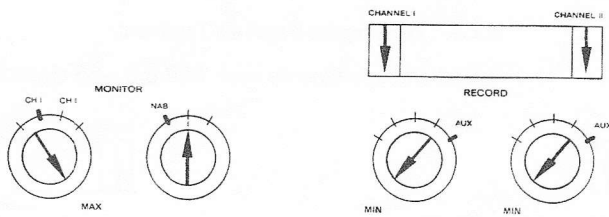

Bild 6.4.–59
– Bedienungselemente nach Bild 6.4.–59 einstellen.